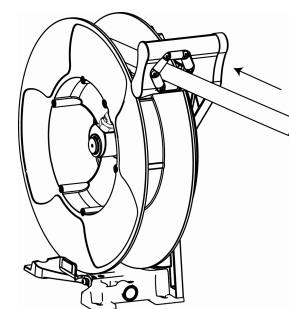

Fig. 9
- Pull the hose hard enough to release the latch, and slowly allow the hose to retract (Fig. 9).
- Släpp spärren genom att dra i slangen och låt den sakta rulla upp sig på trumman (Fig. 9).